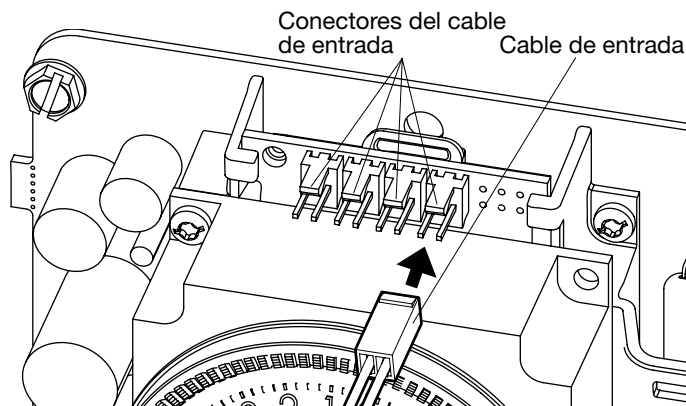

FIG. 7 Conectar cable de entrada
2. Conecte el cable de entrada al control DDT40 como se muestra en FIG. 7. El cable de entrada puede insertarse en cualquiera de los cuatro conectores del control DDT40.